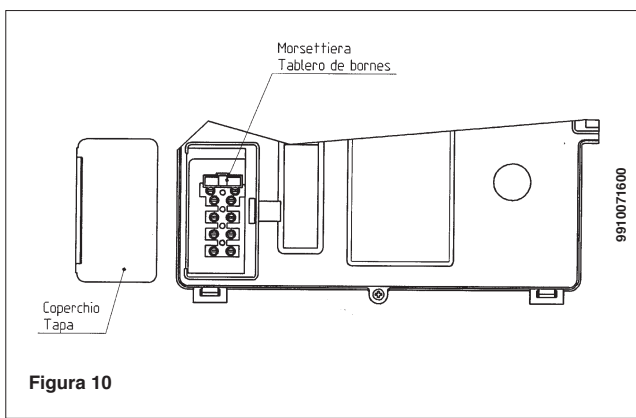

Figura 10
- togliere il coperchio ed accedere alla zona collegamenti elettrici (figura 10).
- *remover el tapa y acceder a la zona conexiones eléctricas (figura 10).*